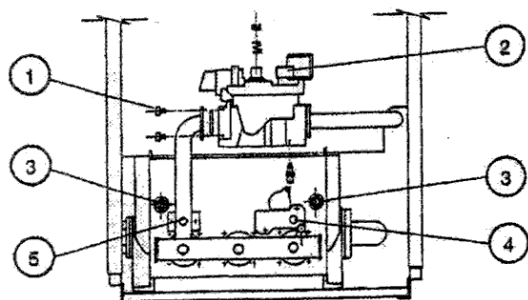

fig. 22
3. Verifica dello stato degli elettrodi d'accensione (fig. 22 rif. 5) e di ionizzazione (fig. 22 rif. 4).
- Smontare la flangia di fissaggio della valvola gas, svitando le 4 viti (fig. 22 rif. 1);
- Scollegare il cablaggio elettrico (fig. 22 rif. 2) della valvola gas;
- Svitare le due viti di fissaggio (fig. 22 rif. 3) della flangia che sostiene il bruciatore al corpo caldaia;